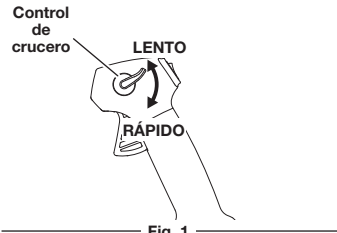

Fig. 1
- Una vez que el motor arranque y se caliente, apriete el gatillo para acelerar la unidad según sea necesario (Fig. 1).
- Para funcionamientos prolongados y eliminar la posibilidad de fatiga en el dedo, mueva el control de crucero a la **posición RÁPIDO (FAST)** a fin de aumentar poco a poco, o mantener, la velocidad del motor de la unidad (Fig. 1). Cuando oprima el control de crucero, el gatillo retrocederá hacia la manija.
- Para disminuir la velocidad del motor, mueva el control de crucero a la **posición LENTO (SLOW)** y el gatillo regresará a la posición de marcha en vacío (Fig. 1).